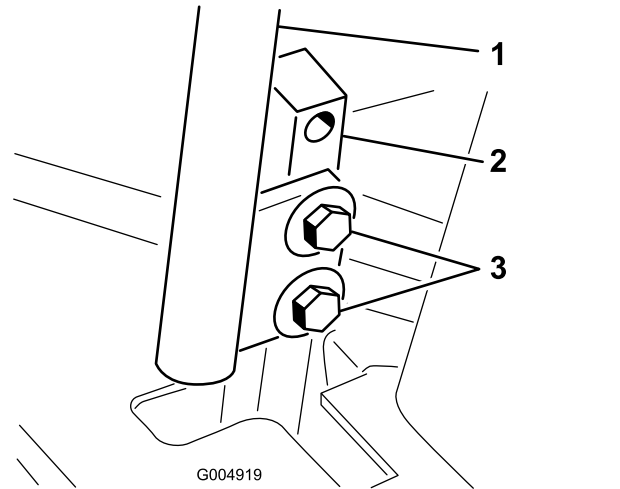

Figura 89
3. Afloje los pernos que sujetan las palancas de control (Figura 89).